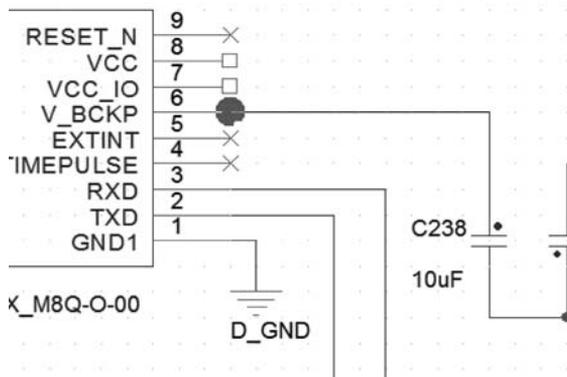

图 3.59 Wire 的另外一点
激活添加 Wire 后,如图 3.59 所示,单击 C238 的一个 Pin 作为起始点,出现一个 Wire 后,往需要连接的 Pin 方向移动,直到出现一个红的大圆标志后单击,放置 Wire 的连接就完成了,红色大圆也就消失。
X Place no connect (X): 不要连接的 Pin,需要放置 no connect 的 \times 标志,如图 3.59 中的第 9 个 Pin。